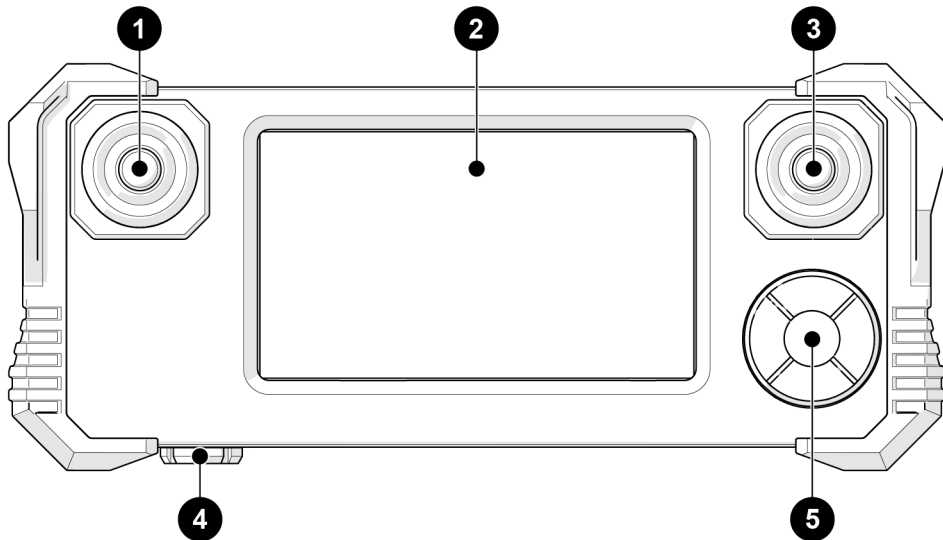

**Figure 4-19 Retrait du Robot d'inspection HT de la surface**
2. Tenez fermement la poignée du robot d'inspection avec une main et la poignée de transport avec l'autre, puis appuyez doucement sur la poignée de transport afin d'abaisser la butée de levier du robot d'inspection vers la surface inspectée (voir la Figure 4-19 à la page 157).
3. Lorsque les deux roues avant du robot d'inspection ne sont plus en contact avec la surface de balayage, continuez à appuyer sur la poignée de transport (voir la Figure 4-19 à la page 157).
4. Écartez le robot d'inspection de la surface de balayage et levez le robot d'inspection à l'aide de la poignée de transport et de la poignée du robot d'inspection (voir la Figure 4-19 à la page 157).